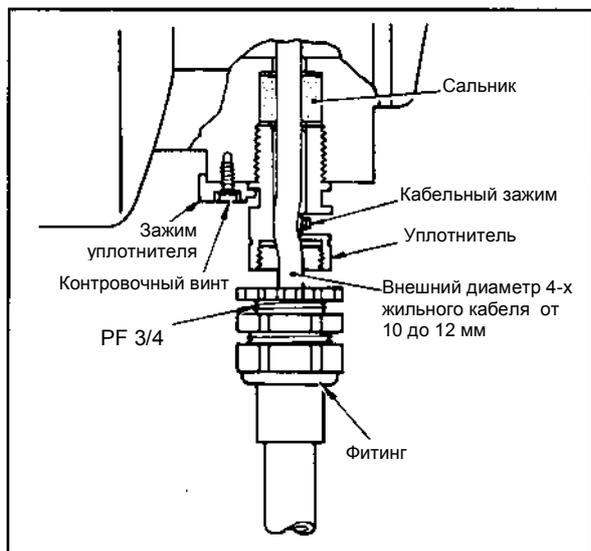

Рисунок 2-22 Пламезащитный сальник
- (3) Подключение проводов с использованием пламезащитного сальника (Смотрите Рисунок 2-22)
- (4) Пламезащитный сальник (уплотнение) используйте, как показано на Рисунке 2-22, и подсоедините кабель к соответствующей клемме через уплотнитель. Поставляются следующие типы пламезащитных сальников. Выберите сальник (уплотнитель) который будет соответствовать окончательно внешнему диаметру кабеля